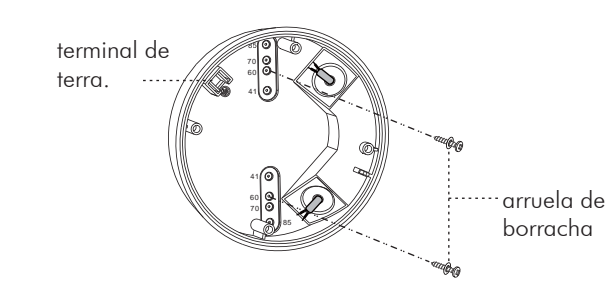

Figura 14
- 3.4.3.3 Escolha os conectores apropriados para fixar a caixa de junção KDP3/5 FP na superfície da placa com a ajuda de 2 parafusos para madeira, anexados com a arruela de borracha (Veja a figura 14).